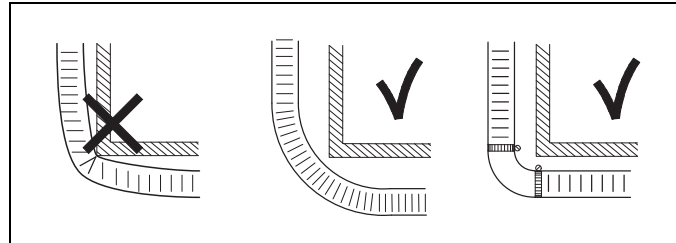

Fig. 12 Posa consigliata in prossimità di spigoli
- Protezione da usura per strofinamento, v. Fig. 12.